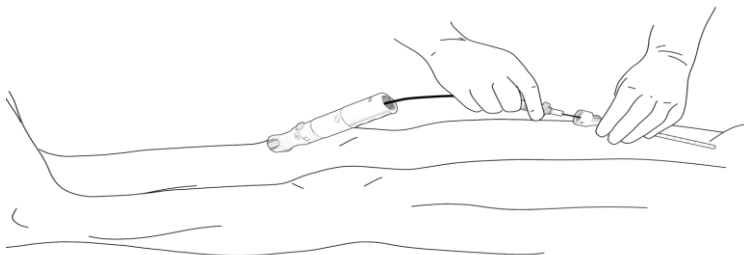

Figura 8. Avance el dispositivo de cierre PerQseal+ a la vaina introductora
- Avance la cánula de carga sobre el alambre guía hacia el conector de la vaina introductora, figura 8. Si experimenta dificultad, asegúrese de que el alambre guía no se haya doblado y que no presente coágulos de sangre ni trombos.